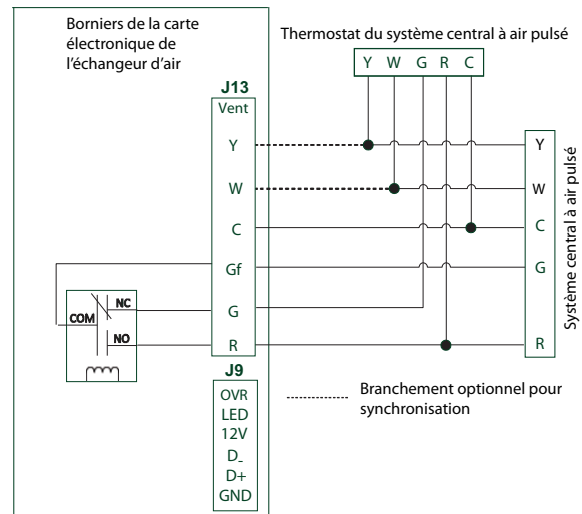

Fig. 19 – Options de Câblage Avec Système Central à Air Pulsé
**REMARQUE:** Les connexions W et Y doivent être ajoutées aux connexions R et C pour informer l'appareil du fait que le système central à air pulsé est en fonction (se référer aux lignes pointillées dans Fig. 19).